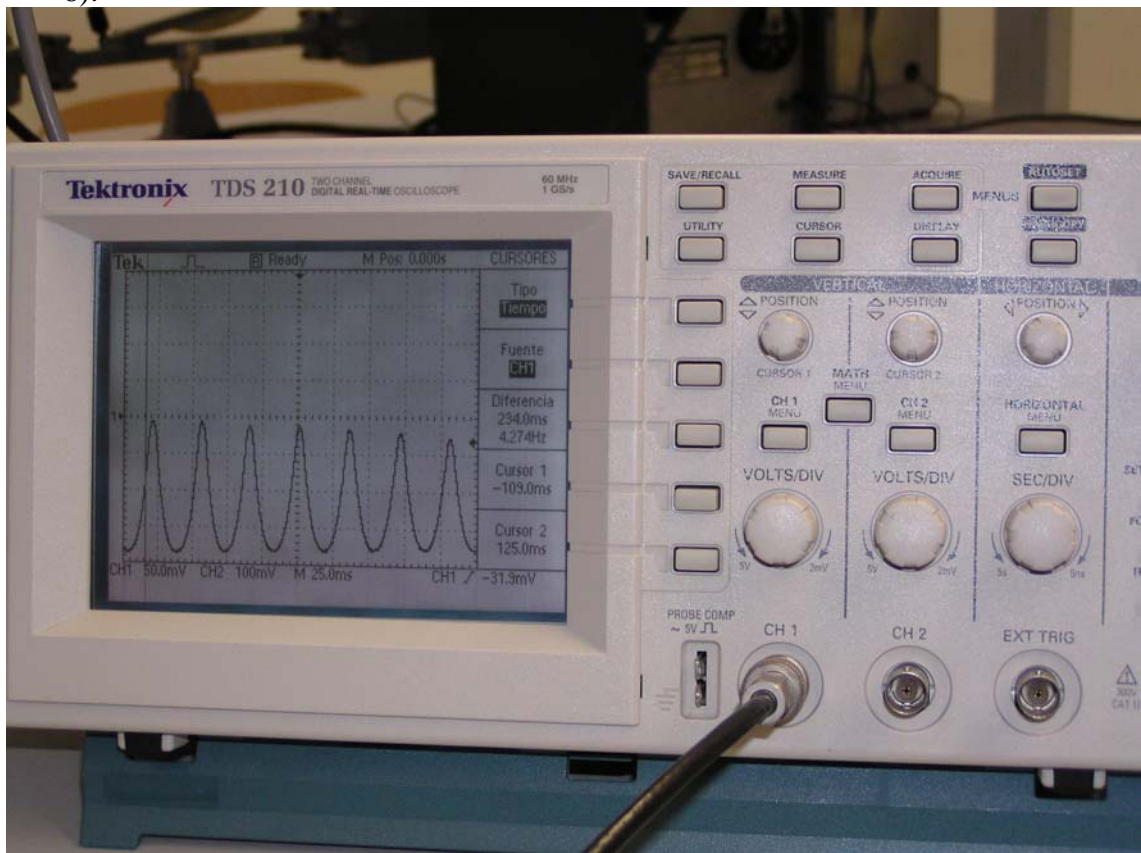

Figura 8
- 2.7. L'efecte Doppler es manifesta a través de les pulsacions de molt baixa freqüència captades pel detector, que apareixen en superposar dues ones de freqüències molt semblants. Si engegueu el trenet podreu observar que, quan aquest passa pel tram de via que està alineat amb l'antena, l'oscil·loscopi enregistra tot un seguit d'oscil·lacions. Es recomana que selecciona una base de temps de 10 a 25 ms per tal d'obtenir una bona imatge en la pantalla (figura 8).